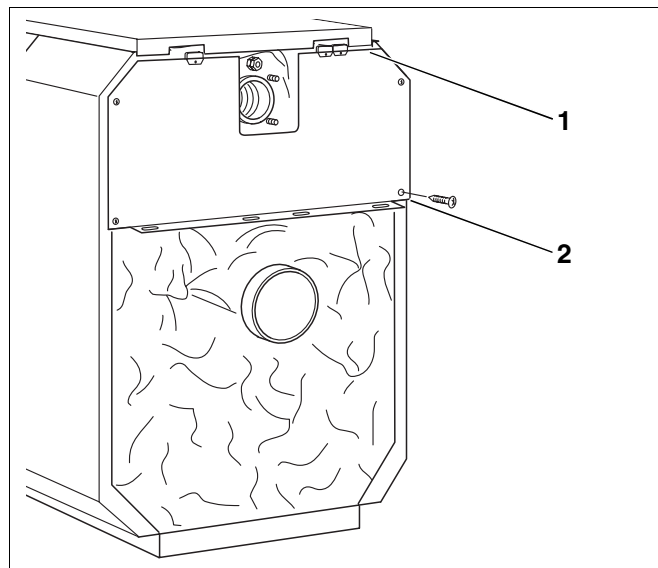

Abb. 55 Obere Kesselrückwand montieren
- Obere Kesselrückwand unter die hintere Kesselhaube schieben (Abb. 55, **Pos. 1**) und von hinten mit vier Blechschrauben an den Seitenwänden anschrauben (Abb. 55, **Pos. 2**).